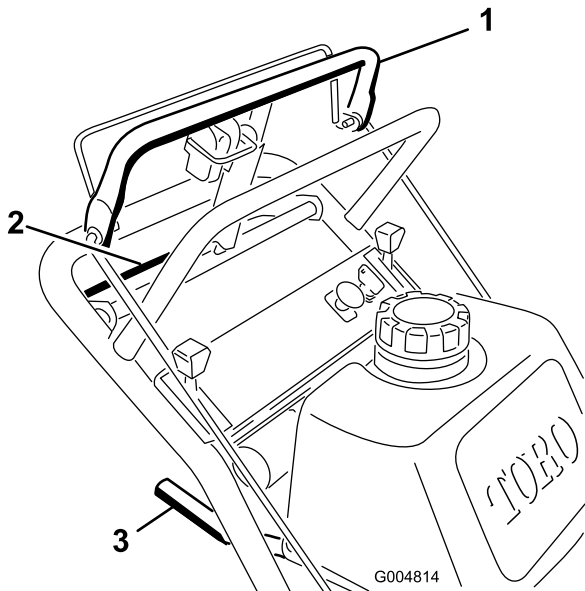
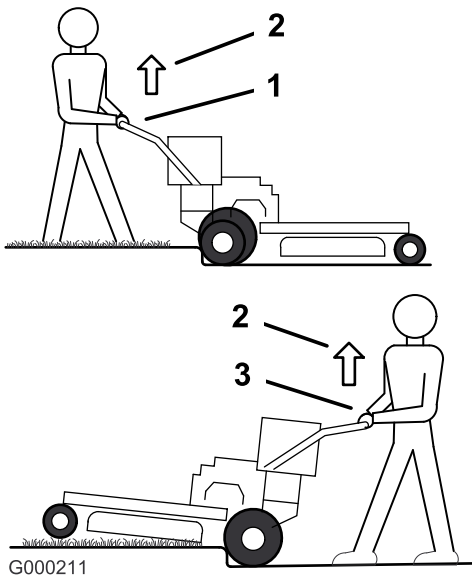

Figure 17
Figure 18
1. Pour vous déplacer en marche avant, sélectionnez une vitesse en marche avant (Figure 17).
3. Appuyez lentement sur la barre de commande supérieure pour avancer (Figure 17).
Pour vous déplacer en ligne droite, appliquez une pression égale aux deux extrémités de la barre de commande supérieure (Figure 17).
Pour tourner, relâchez la pression sur le côté de la barre de commande supérieure dans la direction que vous voulez prendre (Figure 17)
3. Rapprochez lentement la barre de commande inférieure de la partie inférieure du guidon pour vous déplacer en marche arrière (Figure 17).
3. Conduisez la machine jusqu'à ce que les roues pivotantes touchent la bordure (Figure 18).
4. Appuyez sur le guidon pour soulever l'avant de la machine (Figure 18).
5. Conduisez la machine jusqu'à ce que les roues motrices touchent la bordure (Figure 18).
6. Abaissez l'avant de la machine (Figure 18).
7. Engagez la barre de commande inférieure et soulevez la partie inférieure du guidon simultanément pour monter sur la bordure (Figure 17 et Figure 18).
- Conduisez la machine jusqu'à ce que les roues motrices touchent la bordure (Figure 18).
- Engagez la barre de commande inférieure et soulevez la partie inférieure du guidon simultanément (Figure 17 et Figure 18).